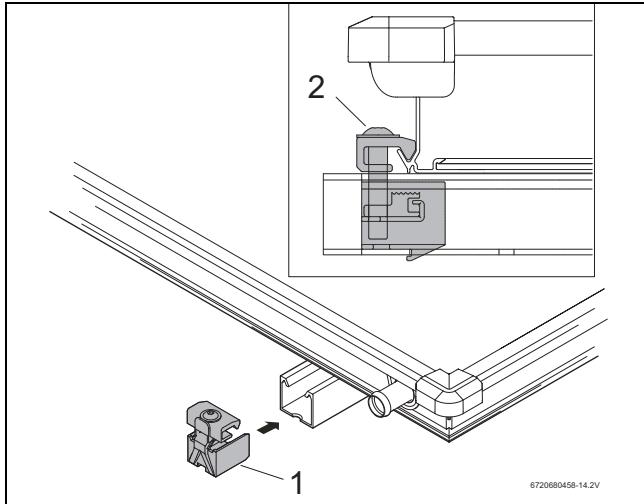

Fig. 69 Sujeción de captador unilateral izquierda
- Apretar el tornillo de la sujeción doble del captador con la llave SW5. El fijador (Fig. 69, [1]) de la sujeción del captador agarra ahora el canto inferior
- Deslizar la sujeción sencilla del captador (Fig. 69, [1]) en los extremos del perfil.
- ▶ Deslizar la sujeción del captador hasta el marco del captador y atornillarla con la llave SW5. El fijador (Fig. 69, [2]) de la sujeción del captador agarra ahora el canto inferior del captador.